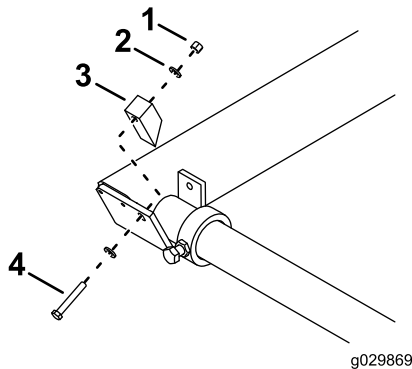

Figure 7
2. Montez chaque extrémité de la bobine sur le bras du porte-bobine, comme montré à la Figure 7, et serrez les fixations à un couple de 37 à 45 N·m (37 à 33 pi-lb).